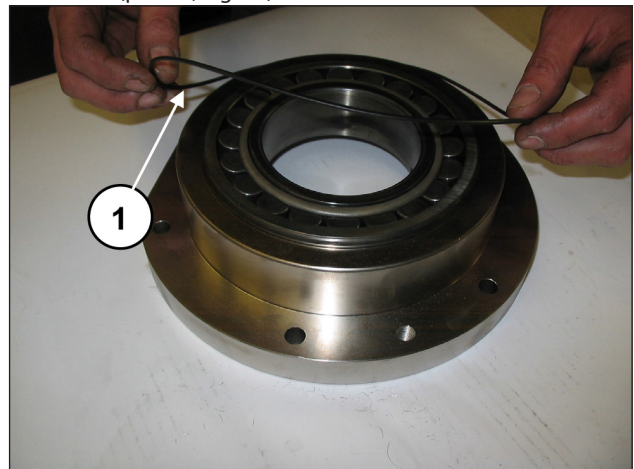

Fig. 71
Aplique o anel circular no exterior da cobertura do porta-rolamento (pos. ①, Fig. 71).